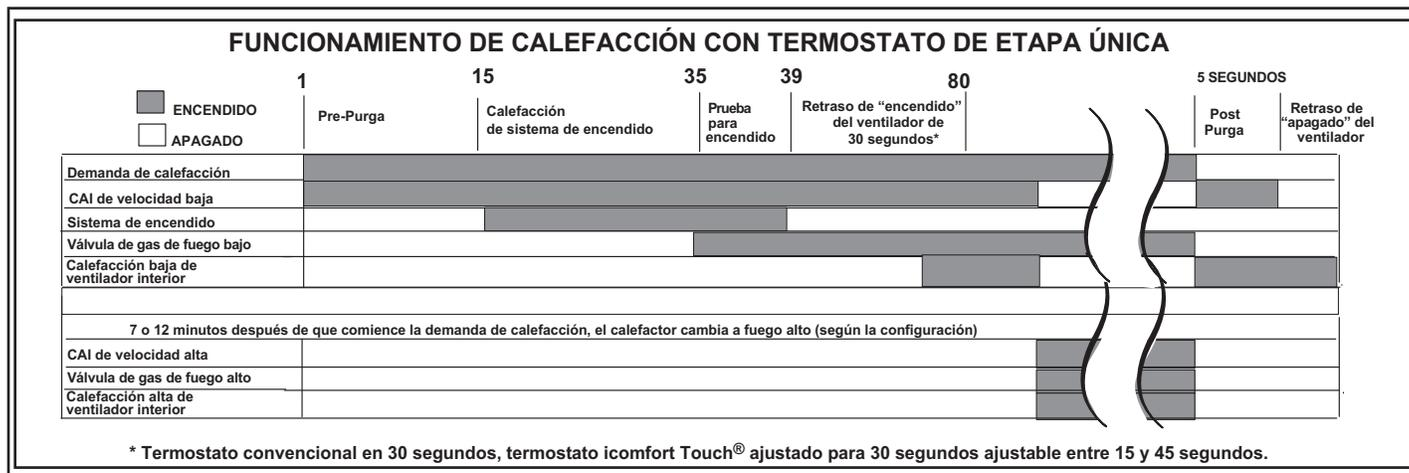

Figura 28
**Ver la secuencia de control de ignición en la Figura 28**